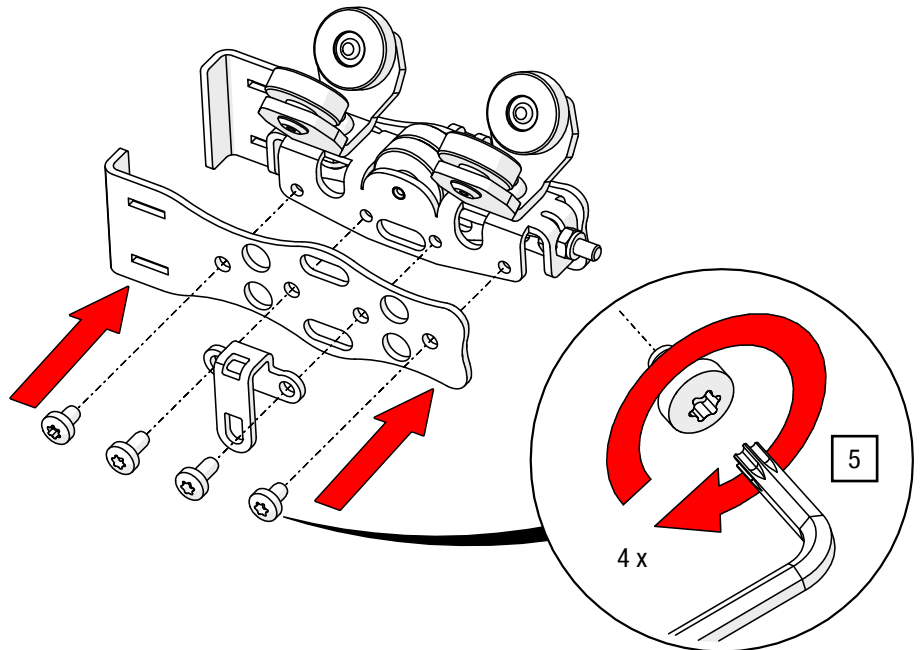

Abb. 46: Zugwagen OFFICE – Seitenblech Gegenseite montieren
- Verschrauben Sie den Zugwagen mit dem Seitenblech und dem seitlichen Ösenblech mit einem TORX®-Schlüssel T20, bis das Blech am Zugwagen anliegt (siehe Abb. 46).